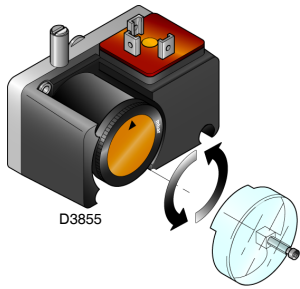

Fig. 23
- Regular el presostato gas de mínima (Fig. 23) en el inicio de la escala.